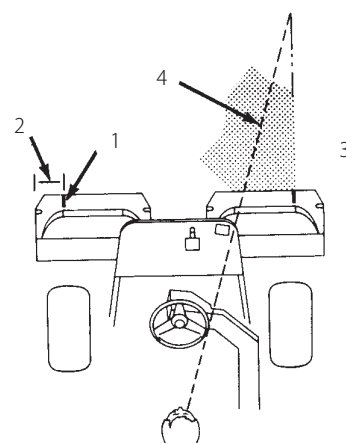

図 24
2. その位置に白色テープか白ペンキで集草箱の縁と平行に目印を入れる（図24）。
3. 行きと帰りでのオーバーラップができるだけ小さくなるように運転します。隣の列との距離を一定に保って直進するには、本機の前前方約 1.8～3m を視野に捕らえておくのがポイントです（図24, 25）。ハンドルを目印にして距離を合わせても良いでしょう。その場合、ハンドルの縁と本機前方の目標ラインとを重ねて見ながら運転します（図24, 25）。